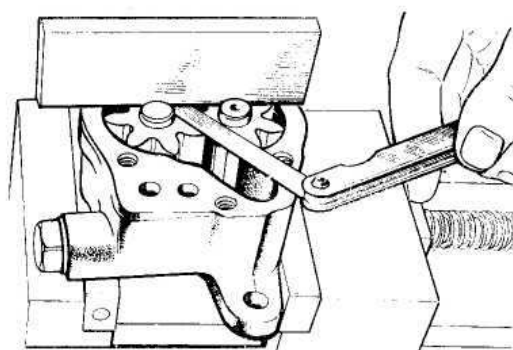

Рис. 95. Проверка зазора между торцами шестерён и плоскостью корпуса насоса
- проверьте зазор между торцами шестерён и плоскостью корпуса насоса (рис. 95). На заводе этот зазор устанавливается 0...0,07 мм. Если зазор более 0,10 мм, то припилите плоскость прилегания корпуса к крышке или замените корпус;